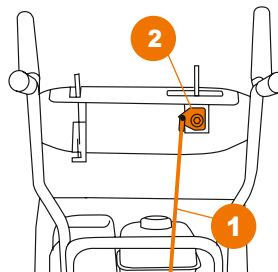

Рис. 4
• Подсоедините штангу рычага выбора передач (1) к кронштейну рукоятки выбора передач (2) и зашплинтуйте ее (Рис. 4).